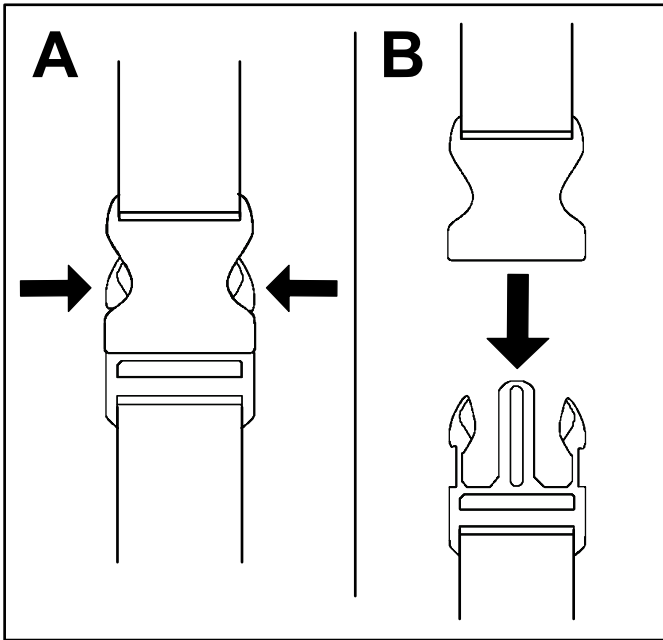

Bild 13
1. Beiden Seiten der Schnellverschluss-Schnalle eindrücken (A in Bild 13).
2. Lassen Sie die Schnellverschlusschnalle sich lösen (B in Bild 13).